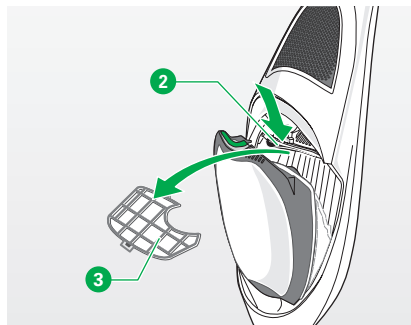

Figura 4.8 Protección del motor
- Tire de la palanca verde ❶ y abra la tapa de la unidad del filtro.
- Presione la lengüeta ❷ del marco del filtro de protección del motor ❸, de manera que el filtro de protección del motor se suelte del soporte (véase la figura 4.8 en la página 63).
- Compruebe de vez en cuando que las cerdas verdes sean más largas que las cerdas amarillas (2, Figura 4.8).